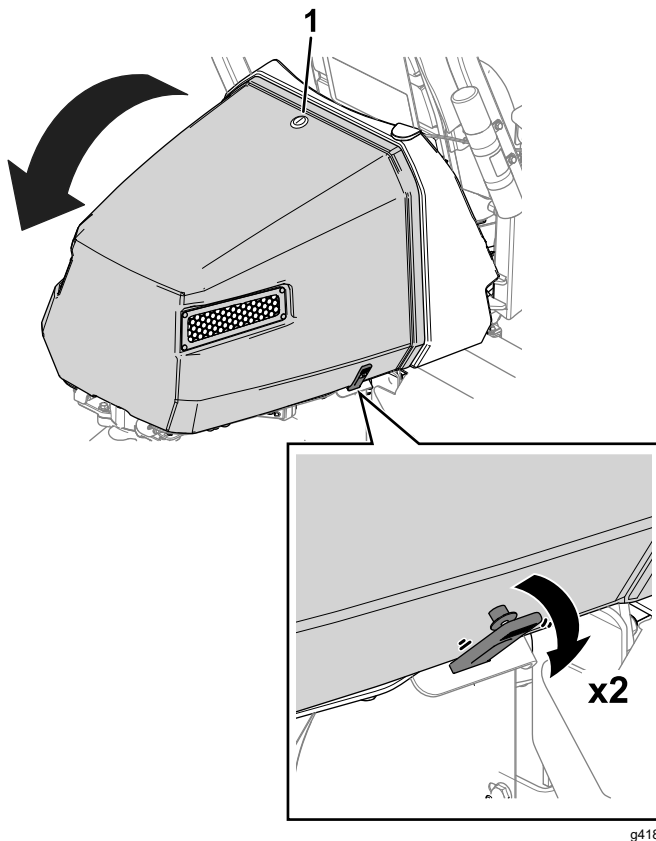

Figure 44
1. Déverrouillez le capot (Figure 44).
2. Détachez les attaches de chaque côté du capot (Figure 44).